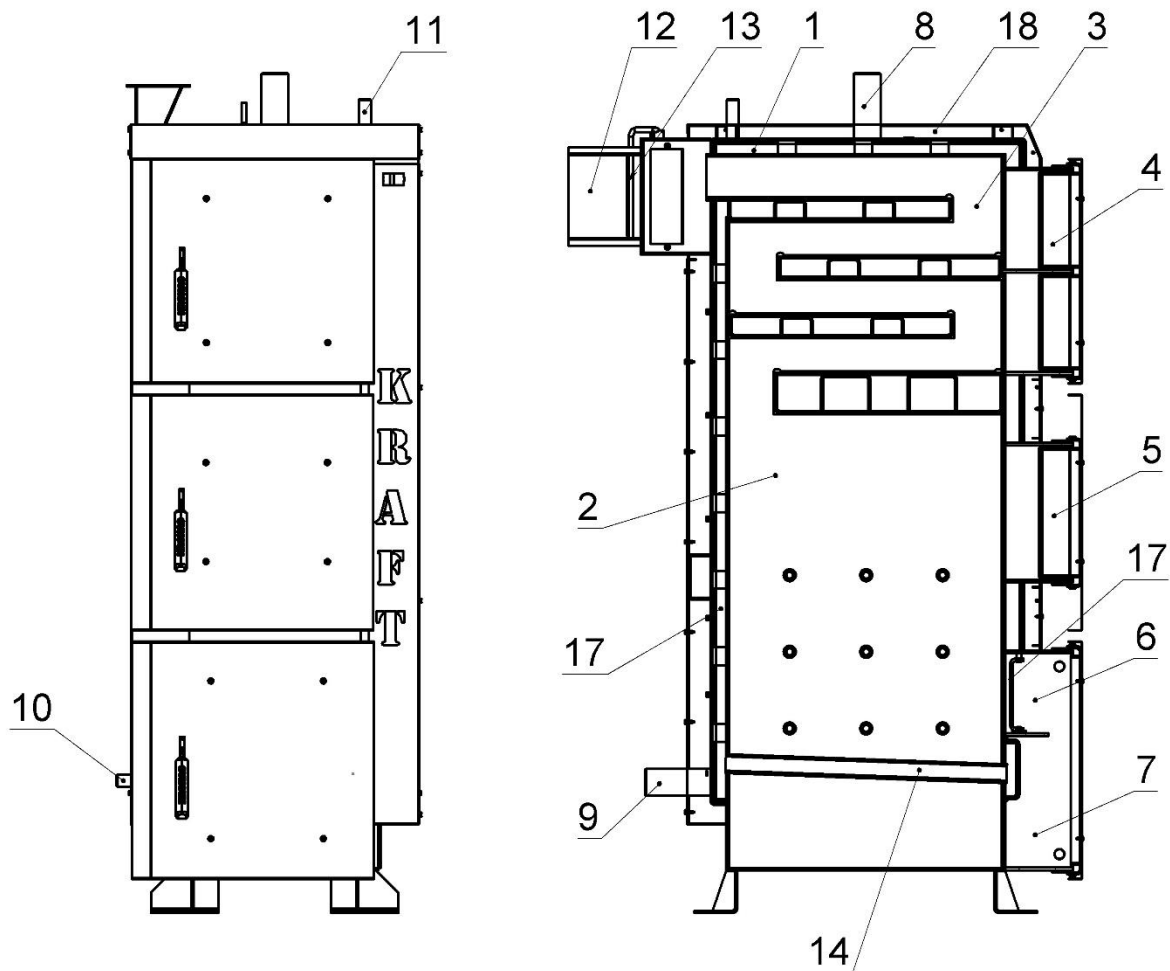

Рисунок 5.1 – Зовнішній вигляд та основні елементи котла типу КТН
Конструктивно котел являє собою збірно-зварену конструкцію, що складається з корпусу (поз. 1, рис. 5.1) з камерою згоряння (топкою) (поз. 2, рис. 5.1). Над топкою розташована конвекційна частина котла (поз. 3, рис. 5.1), що являє собою високоефективний чотирьох-ходовий теплообмінник.
Корпус котла виконаний в формі паралелепіпеду з подвійними стінками, які розділені водними перегородками (поз. 17, рис. 5.1). На зовнішній поверхні корпусу під декоративною обшивкою закріплена теплова ізоляція. (поз. 18, рис. 5.1). Паливо для процесу спалення завантажується на колосникові ґрати (поз. 14, рис. 5.1) крізь завантажувальні дверцята (поз. 5, рис. 5.1). Колосникові ґрати виконані з товстостінних безшовних труб по яких постійно циркулює вода з водяної оболонки котла, що унеможливорює їх прогорання. Згоряння палива в топці відбувається за участю повітря, яке постачається під колосникові ґрати припливним вентилятором. Кількість повітря, необхідного для процесу згоряння, регулюється автоматично блоком автоматики управління.
Підведення і відведення теплоносія здійснюється відповідно через патрубки зворотної мережної води (поз. 9, рис. 5.1) і прямої мережної води (поз. 8, рис. 5.1).
Топочні гази виходять у димохід крізь боров (поз. 12, рис. 5.1), розташований у задній частині котла. Боров обладнано вбудованим дросельним клапаном продуктів згоряння – шибером (поз. 13, рис. 5.1). У випадку надто високої тяги у димоході шибер дає можливість її знизити шляхом часткового перекривання вихідного отвору борова.
У верхній частині корпусу котла розташований штуцер для встановлення групи безпеки котла (поз. 11, рис. 5.1).
На бічній стінці корпуса у нижній її частині розміщено штуцер для зливу води з котла (поз. 10, рис. 5.1).
- дверцята для періодичного обслуговування (чищення) конвекційної частини котла (поз. 4, рис. 5.1);
- ревізійний дверцята (поз. 6, рис. 5.1) для періодичного чищення колосникових ґрат;
- дверцята зольника (поз. 7, рис. 5.1) для можливості спорожнення зольника.